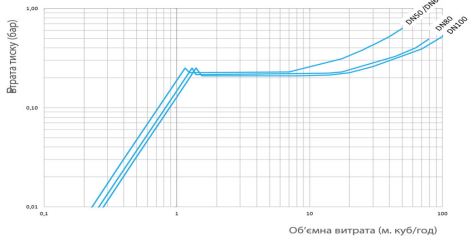

Рис. 2. Графік втрати тиску лічильників WPVR...
- 8.2. Лічильники необхідно встановлювати в місцях, зручних для зняття показань, технічного обслуговування і монтажу/демонтажу (рис.2). Обов'язковою умовою є повне заповнення трубопроводу водою під час експлуатації. Монтаж і введення в експлуатацію лічильників повинна здійснювати організація, яка має відповідний дозвіл та ліцензію. Перед лічильником необхідно встановити фільтр грубої очистки для запобігання потрапляння механічних домішок в середину механізму лічильника. Експлуатація лічильника без фільтра призведе до зупинки гарантійних зобов'язань з боку виробника.